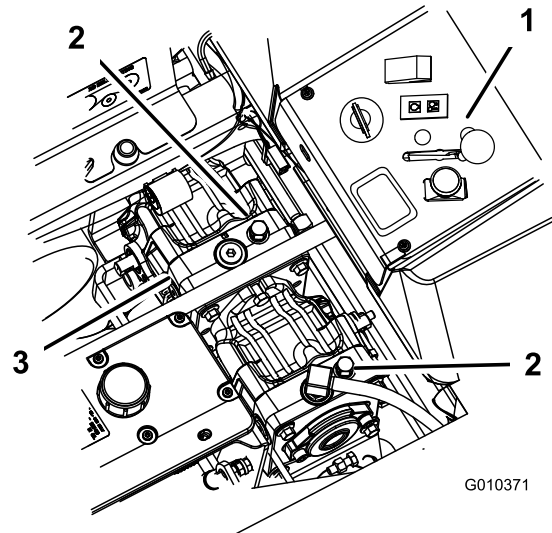

Bild 24
- Drehen Sie die Sicherheitsventile um eine Umdrehung nach links, um die Maschine zu schieben. So kann Hydrauliköl an der Pumpe vorbei direkt zu den Rädern fließen, die sich daraufhin drehen können (Bild 24).
Drehen Sie zum Einsatz der Maschine die Sicherheitsventile eine ganze Umdrehung nach rechts (Bild 24).